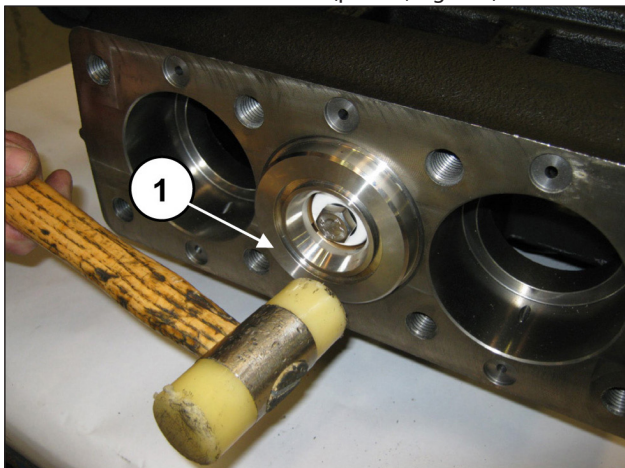

Fig. 192
Assicurarsi che il blocco camicia-supporto arrivi a posizionarsi correttamente fino a fondo sede (pos. ①, Fig. 192).